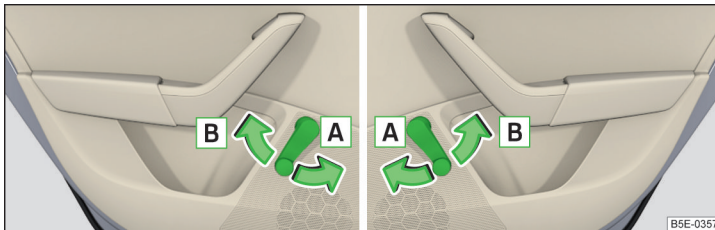

Abb. 58 Fensterbedienung: links/rechts
- Zum **Öffnen** die Kurbel in Pfeilrichtung **A** drehen » Abb. 58.